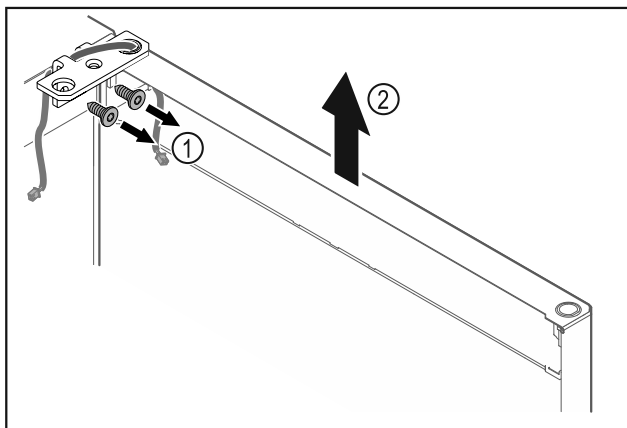

Fig. 16
- Scharnierhoek Fig. 16 (1) losschroeven.
- Deur inclusief scharnierhoek Fig. 16 (2) circa 200 mm recht omhoog tillen en verwijderen.